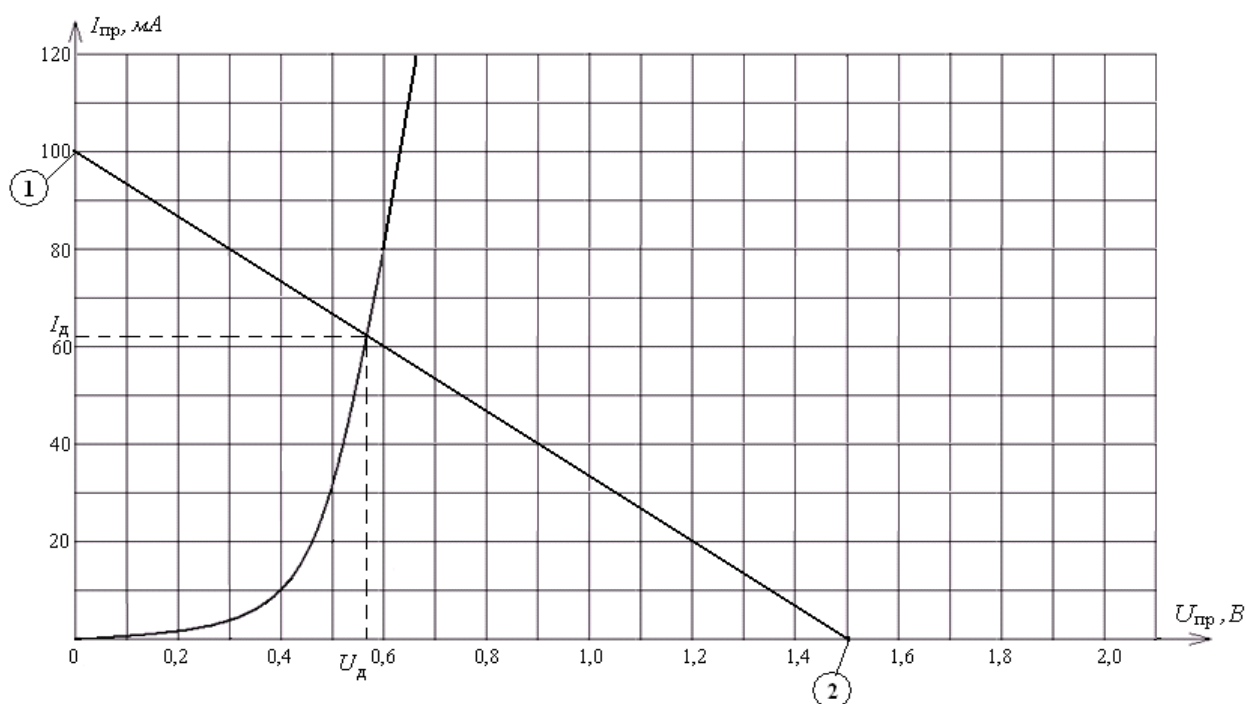

Рисунок 1.4 – Графоаналитический метод определения напряжения и тока диода
Для построения нагрузочной прямой (рисунок 1.4) достаточно знать две ее точки. Удобно взять следующие точки:
2. Начертить график ВАХ (рисунок 1.4).
3. По исходным данным рассчитать значения тока и напряжения для точек 1 и 2 (рисунок 1.4). Построить нагрузочную прямую.